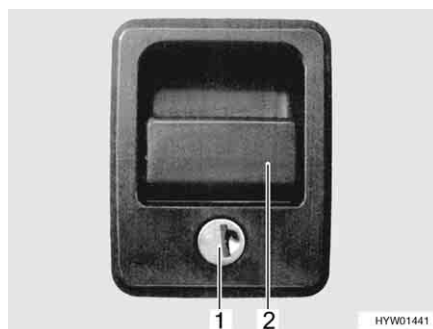

Bild 45 Lucklås med greppkåpa
- Öppna:** ■ Stick in nyckeln i låscylindern (Bild 45,1) och vrid ett kvarts varv. Lucklåset är upplåst.
- Drag i låshandtaget (Bild 45,2). Den utvändiga luckan är öppen.